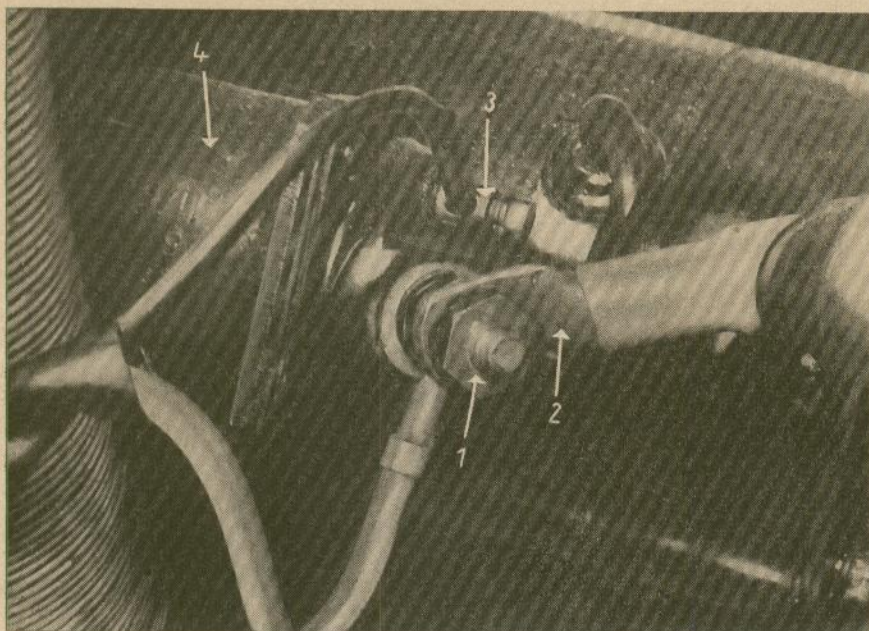

Abb. 61 Anschlüsse des Anlassers
Beim Betätigen des Anlassers schaltet ein Elektromagnet den Strom für den Anlassermotor ein und rückt gleichzeitig das Anlasserritzel in den Zahnkranz am Schwungrad des Motors ein. In Anlaßstellung erhält der Elektromagnet vom Zündschloß über das dünne Kabel zur Klemme 50 des Anlassers Strom (Abb. 61). Wird bei diesem Kabel nicht auf einen festen Sitz der Klemmschrauben geachtet, so kann der Magnet hin und her flattern, wobei die Zähne des Ritzels und des Zahnkranzes am Schwungrad beschädigt werden können. Wenn die Verschraubung des dicken Batteriekabels am Anlasser und des Massekabels am Getriebegehäuse nicht einwandfrei fest sitzt, so ergeben sich für den hohen Anlaßstrom zu große Übergangswiderstände, die den Anlasser vor allem bei Kälte nicht richtig durchziehen lassen.
1. *Zündkerzen* herausrauben, nasse Kerzen *wechseln* oder trocknen, Kerzen in die Stecker stecken, auf den Motor legen, mit dem Anlasser starten und nachsehen, ob der Zündfunke an beiden Kerzen einwandfrei ist. Steht kein Helfer zur Verfügung, der den Zündschlüssel bedient, dann können Sie die Zündung einschalten und am Anlasser den Batteriekabelanschluß und die Klemme 50 (Abb. 61) mit dem Schraubenzieher verbinden.